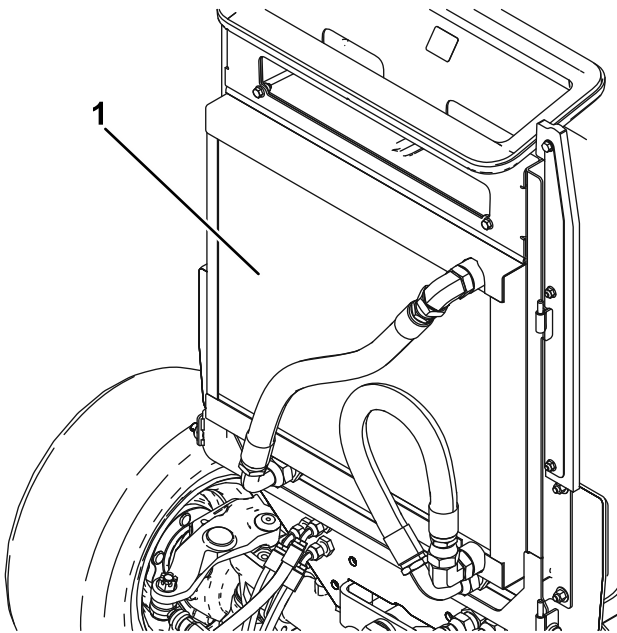

Bild 114
4. Reinigen Sie beide Seiten des Ölkühler- und des Kühlerbereichs (Bild 114) gründlich mit Druckluft. Blasen Sie Rückstände von vorne nach hinten heraus. Reinigen Sie dann von hinten und blasen Sie nach vorne. Wiederholen Sie diesen Vorgang mehrmals, bis alle Rückstände entfernt sind.